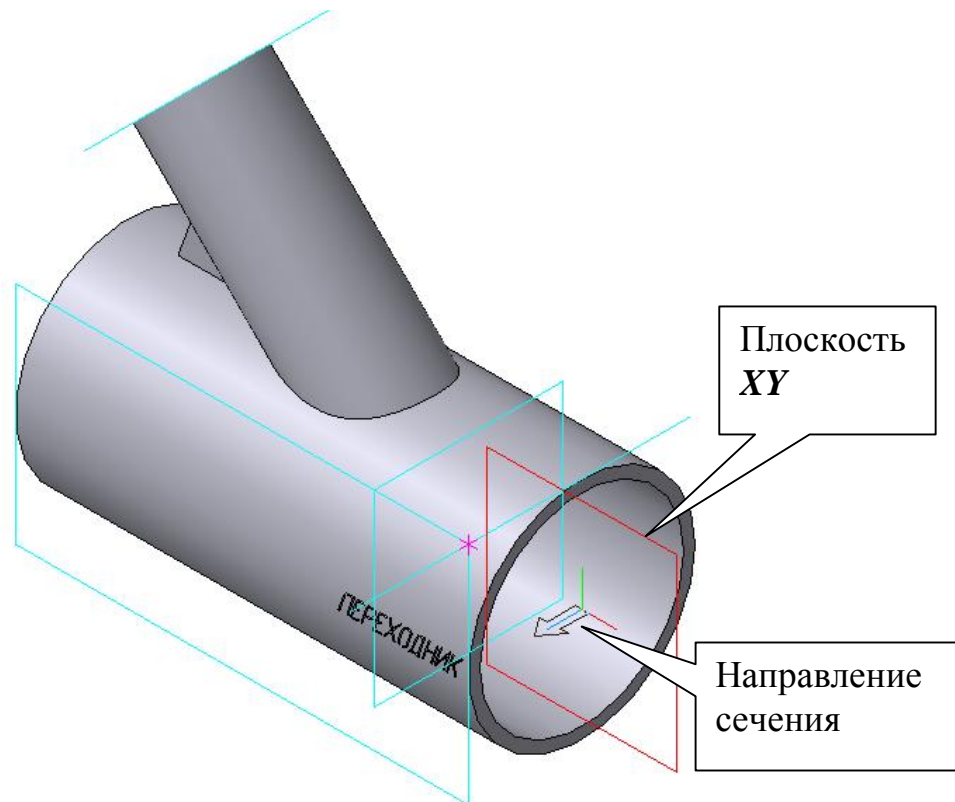

Рис. 13
7. Выделите в дереве построения плоскость  $XU$  и нажмите кнопку **Сечение по поверхности** . В данном примере направление сечения – обратное , рис. 13.